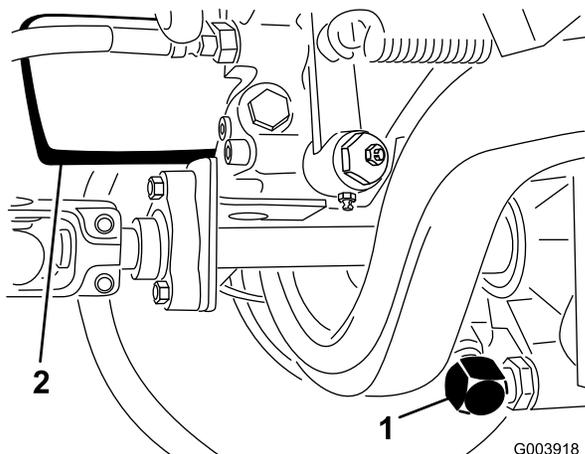

Figura 63
2. Pulite l'area attorno al tubo di aspirazione, alla base della trasmissione (Figura 63) e collocate una bacinella di spurgo sotto il tubo.
2. Pulite la superficie circostante il filtro (Figura 63) e collocate una bacinella di spurgo sotto il filtro.